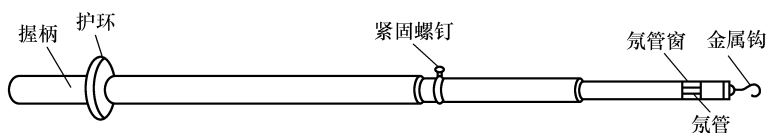

图 2-3 10kV 高压验电器
2) 高压验电器。高压验电器又称高压测电器，10kV 高压验电器由金属钩、氖管、氖管窗、紧固螺钉、护环和握柄等组成，见图 2-3。